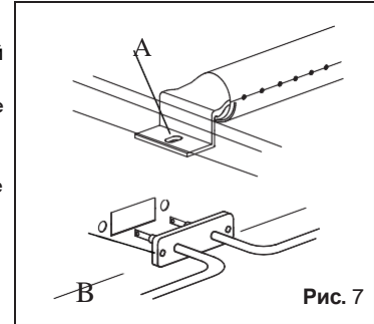

Рис. 7
- Ослабьте крепежные винты (рис. 7/A).
- Ослабьте крепежные винты (рис. 7/B) и разъедините электрические соединения.